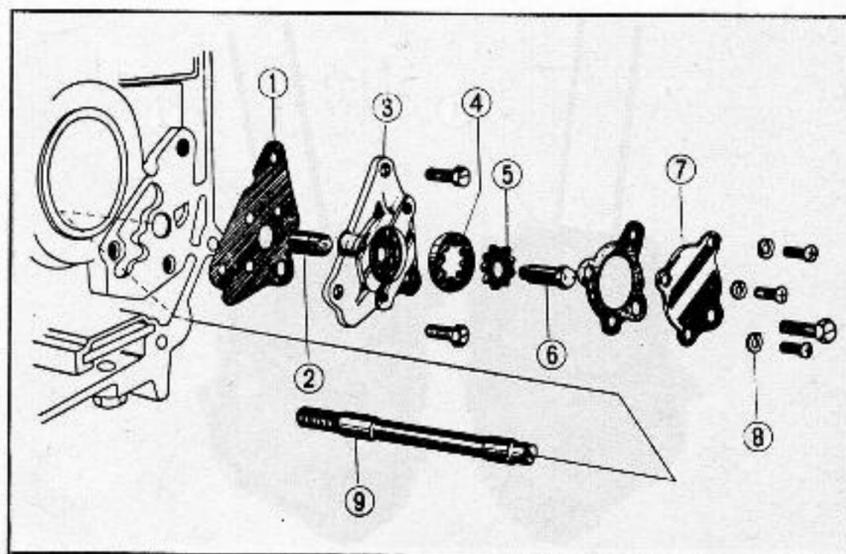

Abb. 3.65 Einzelteile der Ölpumpe
① Einlaß ③ innerer Rotor
② Auslaß ④ äußerer Rotor
- (1) Kupplung komplett gemäß Angaben in Abschnitt 7. A ausbauen.
- (2) 3 Bolzen lösen und die Ölpumpe komplett vom Kurbelgehäuse abbauen. (Abb. 3.65)
- (3) Ölpumpe auseinanderbauen, hierzu 35 mm Kreuzschlitzschrauben lösen.